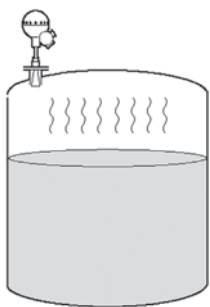

Рис.9.
**Пример 1 (рис.9).** В уровнемерах 5600 используется современная микроволновая технология для обеспечения высокой надежности и точности измерений уровня жидкостей и прочих продуктов в широком диапазоне значений температур и давлений, в парогазовых смесях при различных условиях технологического процесса. Рекомендуются для измерений уровня в резервуарах с различной геометрией.